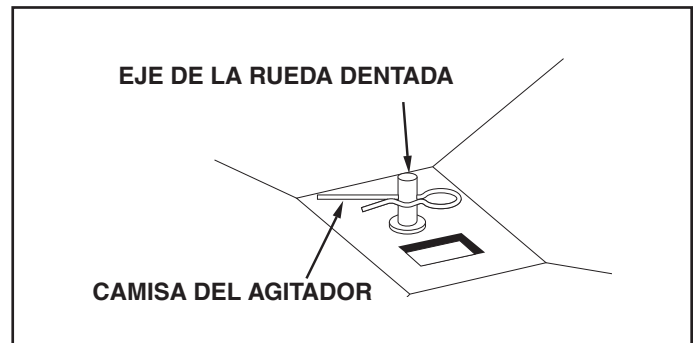

FIGURA 15
2. El alambre agitador se puede reemplazar si se gasta o se daña. Vea la figura 15.